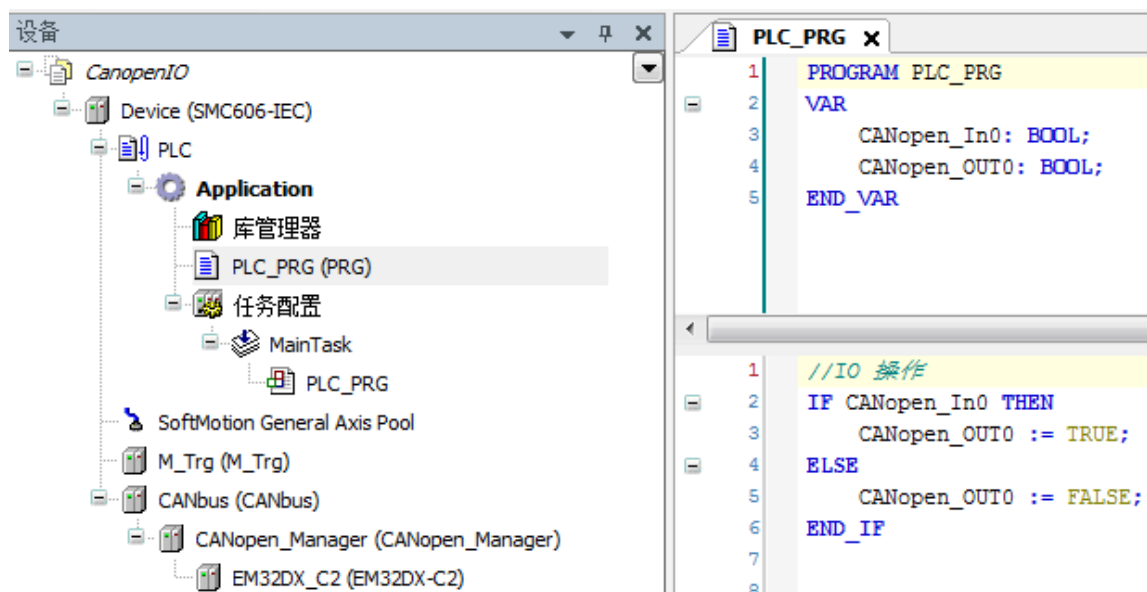

图 4.11 IO 操作代码界面
(4) 编辑程序如下:
- c. 编写 IO 操作代码，如下图 4.11 所示。